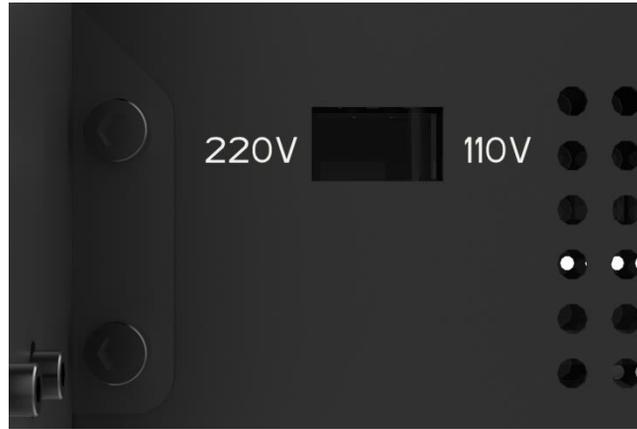

Imagen 3
(1) **Imagen 3**, seleccione el modo de tensión correcto según su tensión nominal local (110V/220V). El interruptor se encuentra en la esquina inferior izquierda de la base y 220V es el ajuste predeterminado. Puede usar las llaves Allan para mover el interruptor hacia adentro.